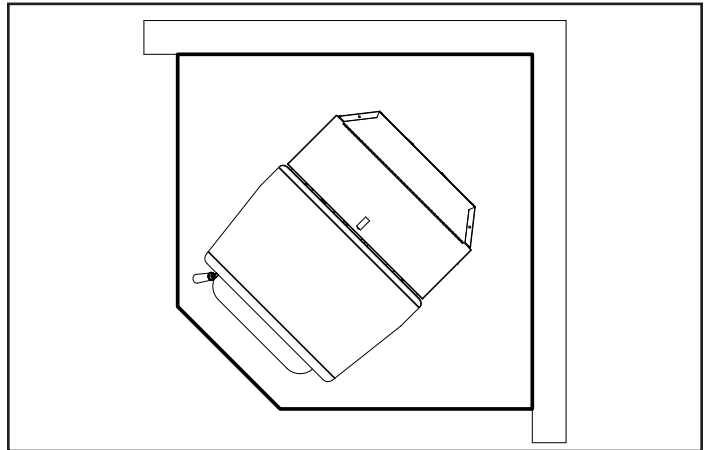

Figure 3.4
**Remarque :** La protection du plancher touchera ainsi le mur tel qu'illustré. Figure 3.4.